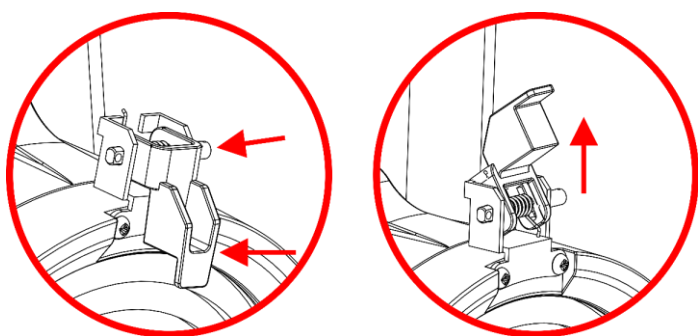

Fig. 10
- 01) Rilasciare il clip di tenuta premendo il blocco verso la lente e premendo il lato più lungo della vite. Si apre il clip di tenuta (cfr. Fig. 10).